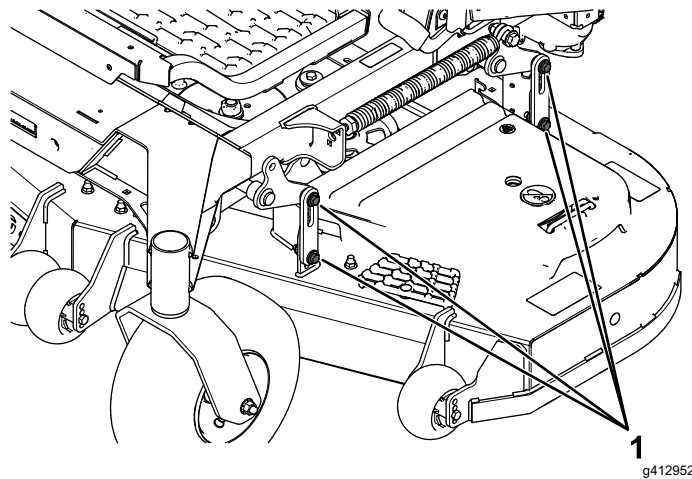

Figura 98
16. Afloje las contratuercas (Figura 98) en las 4 esquinas y asegúrese de que la carcasa de corte queda bien asentada sobre los 4 bloques.